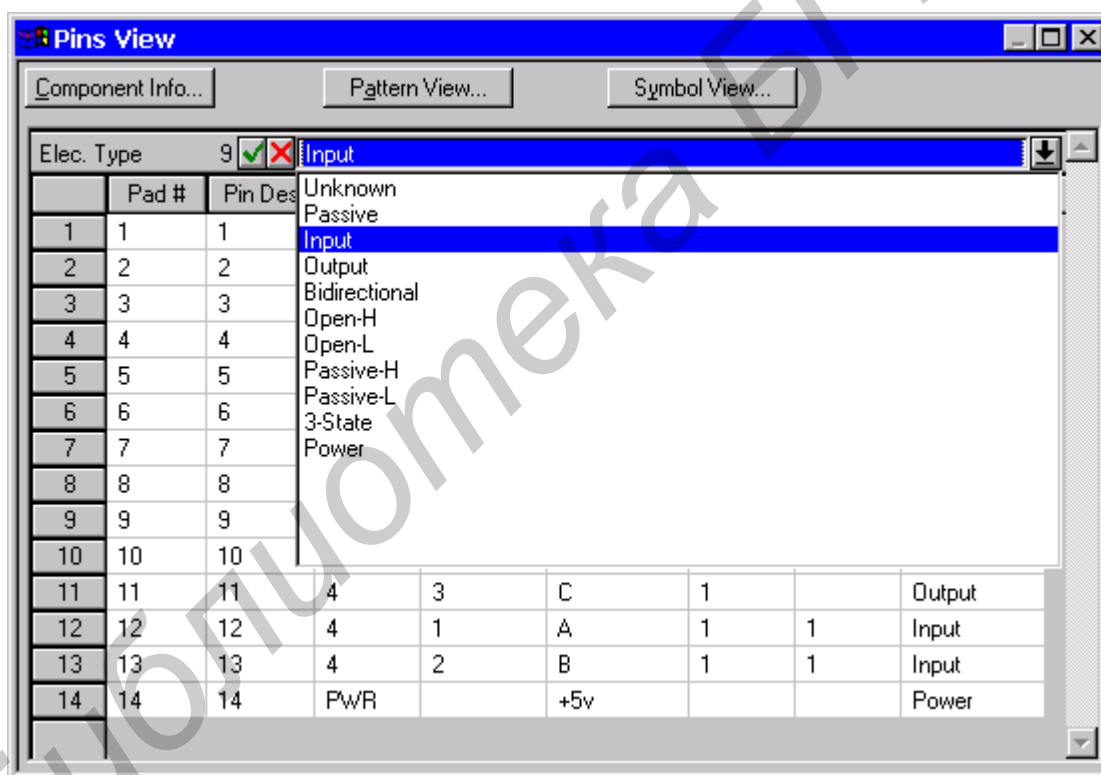

Рис.54
**Elec Type** – электрический тип вывода. Используется при поиске ошибок в принципиальных электрических схемах. Нажатие на стрелку в горизонтальной строке открывает список типов выводов (рис.54).